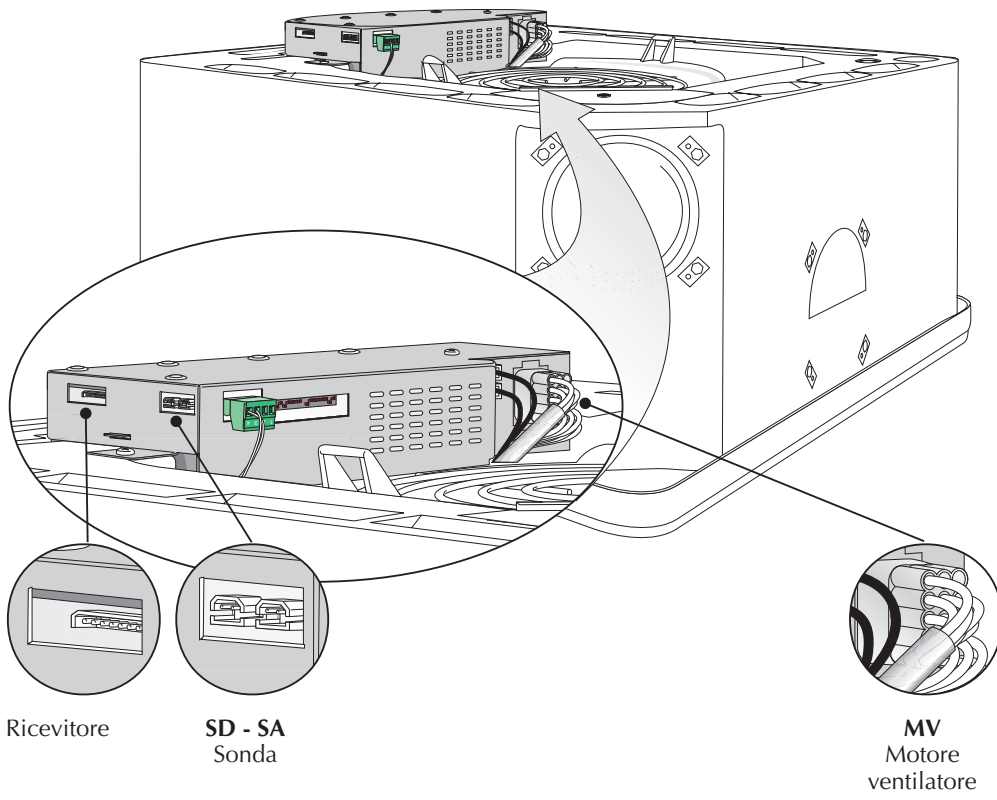

Fig. 12
- Eseguire i collegamenti elettrici ai connettori della scheda elettronica (ricevitore della griglia GLA-RI, sonda aria, alimentazione di motore, sonda aria e sonda defrost, e se presenti dell'accessorio resistenza) (fig. 12).